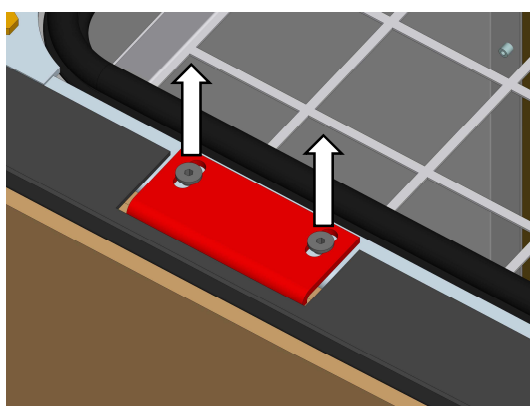

Abb. 27: Demontage Halter Frontverkleidung
4. Die zwei Schrauben der oberen Halterung herauschrauben (Abb. 27).